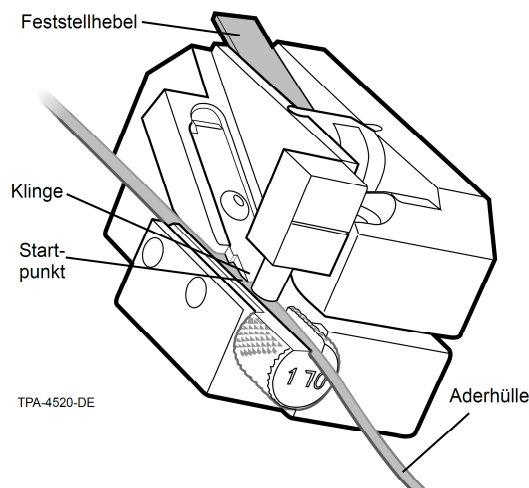

Abbildung 17
- b. Erforderliche Aderhülle in den Schlitz des Halters einsetzen und dabei die Startpunktmarkierung auf der Aderhülle mit der Kontaktstelle der Klinge abgleichen (Abbildung 17).